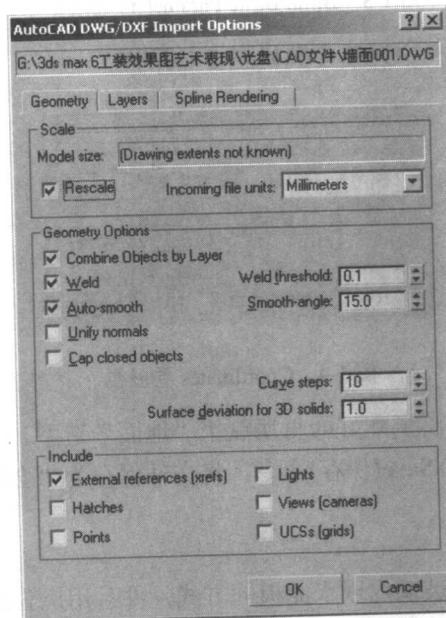

图 1-6 AutoCAD DWG/DXF Import Options 对话框
- ② 单击菜单栏中的 File(文件)Import(导入)命令，在弹出的 Select File to Import 对话框中选择本书光盘“调用 CAD 图”文件夹中的“墙面 001.dwg”文件。
- ③ 单击 **OK** 按钮，在弹出的 AutoCAD DWG/DXF Import Options 对话框中设置参数如图 1-6 所示，单击 **OK** 按钮确认操作。